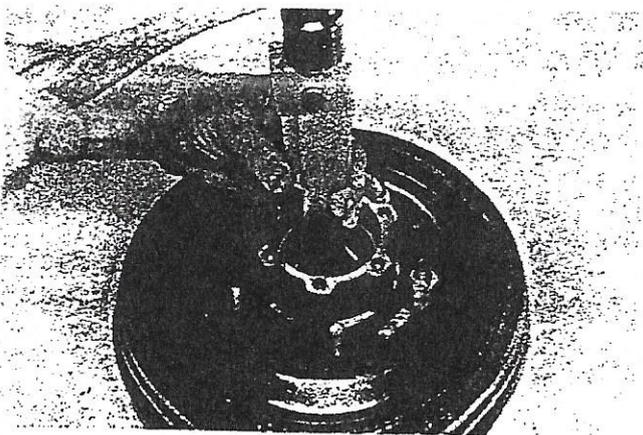
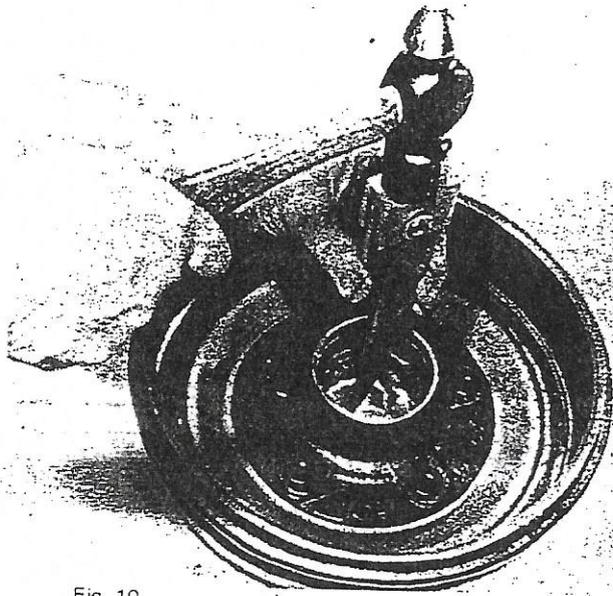

Fig. 9
Fig. 10
- Montar o protector e o retentor em borracha ligeiramente oleados (fig.9). Introduzir a manga deslizante nas estrias do tampo tendo em atenção o alinhamento das setas de referência. Encaixar o protector no canhão da forquilha utilizando uma secção do tubo rasgado (fig.10).